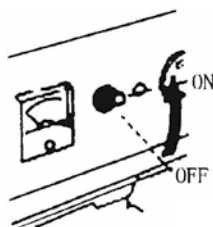

Fig. 23
10.2.1 Que el interruptor de corriente continua AC este en la posición ON. (Fig. 23)